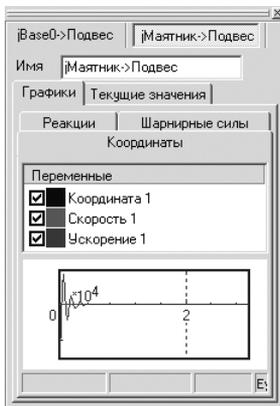

Рис. 1.39. Возможное начальное отклонение маятника от вертикали
- щелкните по шарниру **jМаятник->Подвес**. В окне **Инспектор** появится открытая вкладка **Координаты** с имеющимися переменными и соответствующим графиком, см. рис. 1.39.